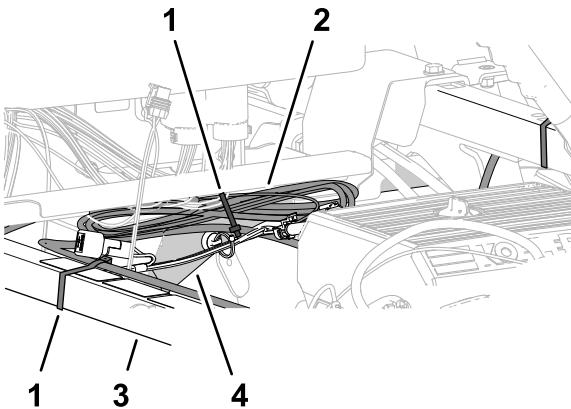

Figura 213
2. Alinhe a cablagem de dados com o tubo de suporte do para-choques e prenda a cablagem ao tubo com uma braçadeira de cabos (Figura 213).
3. Alinhe o feixe da cablagem de dados com o tubo da estrutura superior direita e prenda o feixe da cablagem à estrutura com uma braçadeira de cabos (Figura 213).